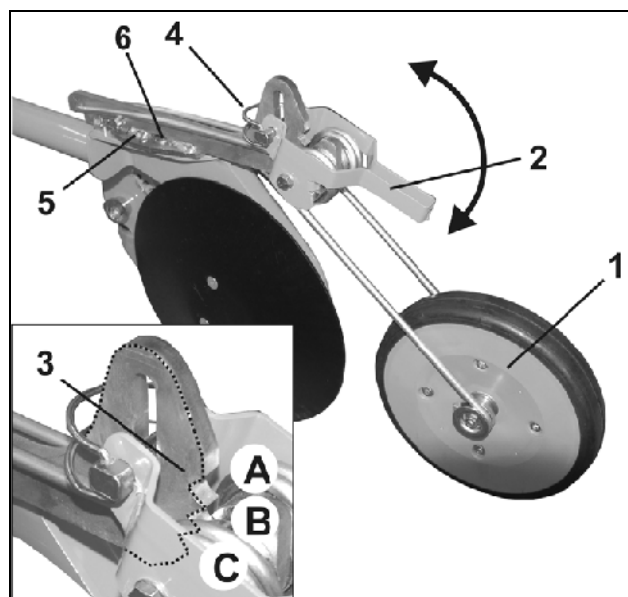

Fig. 21
Der Druck der Saatandruckrolle (Fig. 21/1) ist 3-fach einstellbar.
- Arretierhebel (Fig. 21/2) nach oben schwenken und somit lösen.
Die Saatandruckrolle kann mittels Verzahnung (Fig. 21/1) in 3 Positionen festgestellt werden.
- Klappstecker (Fig. 21/4) entfernen.